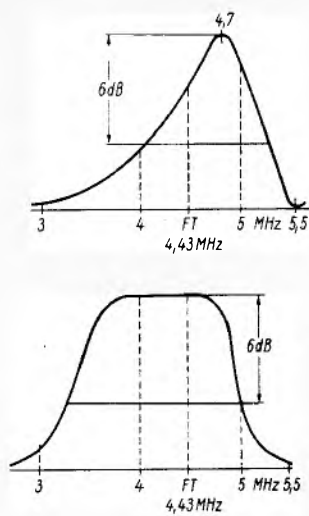

Bild 113. Durchlaßkurve des Farbarteverstärkers (oben) im Vergleich zur Gesamtdurchlaßkurve
- Abgleich der Bandfilter auf 4,7-MHz-Maximum (Bild 113).